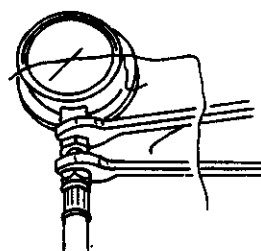

图 2-60 拆下燃油压力表
- ⑤ 检查燃油压力后,拆下燃油压力表。操作方法应用两个开口扳手,如图 2-60 所示。